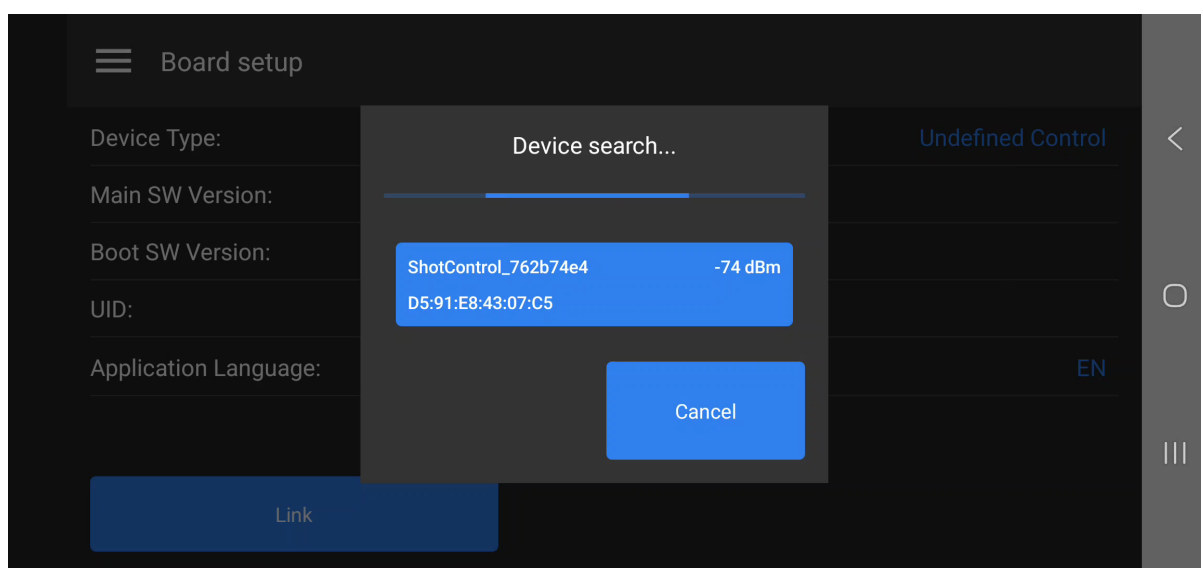

Рис. 4: Экран подключения пульта
5. Мобильное приложение выполнит поиск доступных пультов в радиусе уверенного сигнала Bluetooth и выведет список обнаруженных пультов, поддерживающих протокол Shot Control (см. рис. 4)
6. Выберите необходимый пульт и нажмите на строку с его наименованием в списке для соединения с ним (см. рис. 4)